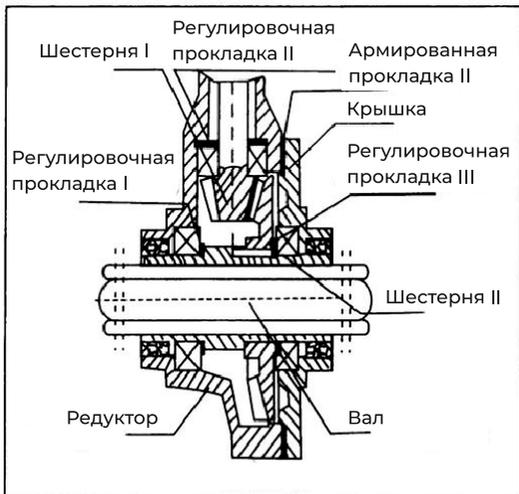

Рис. 9
2) Регулировка зазоров конической пары в редукторе (рис. 9).